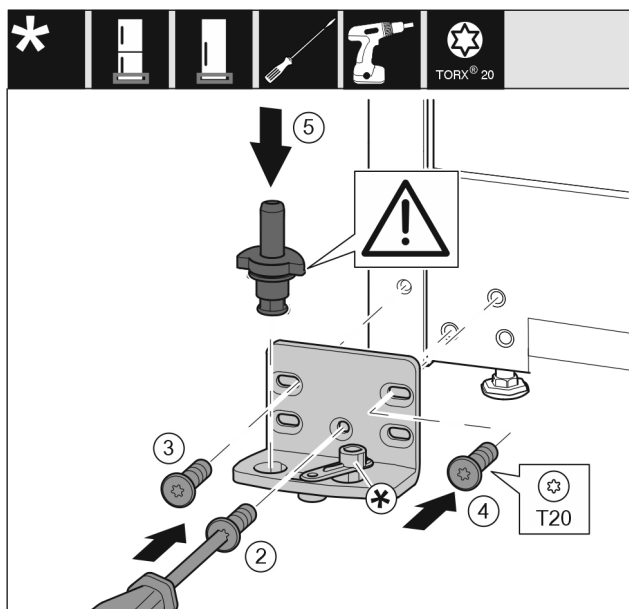

Fig. 21 *
- Nasadte stojan ložiska na druhé straně a přišroubujte pomocí šroubováku. Začněte šroubem Fig. 21 (2) dole uprostřed.*
- Utáhněte šroub Fig. 21 (3) a šroub Fig. 21 (4).*
- Zcela vložte ložiskový čep Fig. 21 (5). Přitom dávejte pozor, aby zajišťovací vačka směřovala dozadu.*
- Nasadte stojan ložiska na druhé straně a přišroubujte pomocí šroubováku. Začněte šroubem (2) dole uprostřed.*
- Utáhněte šroub (3) a šroub (4).*
- Zcela vložte ložiskový čep (5). Přitom dávejte pozor, aby zajišťovací vačka směřovala dozadu.*